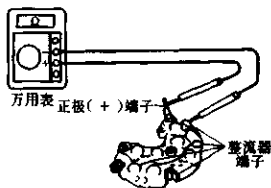

图 4-12 检查二极管正向电阻
1) 检查二极管正向电阻，如图 4-12 所示。将万用表的负表笔接二极管底板上的粗螺栓，正表笔依次接与定子绕组相接的各结合点，每次测量的电阻值均应为  $50\sim 80\Omega$ 。